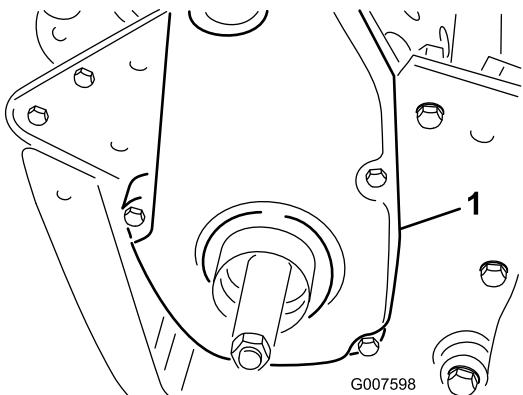

Figure 43
6. Enlevez le couvercle de courroie arrière du côté droit de la machine (Figure 43).